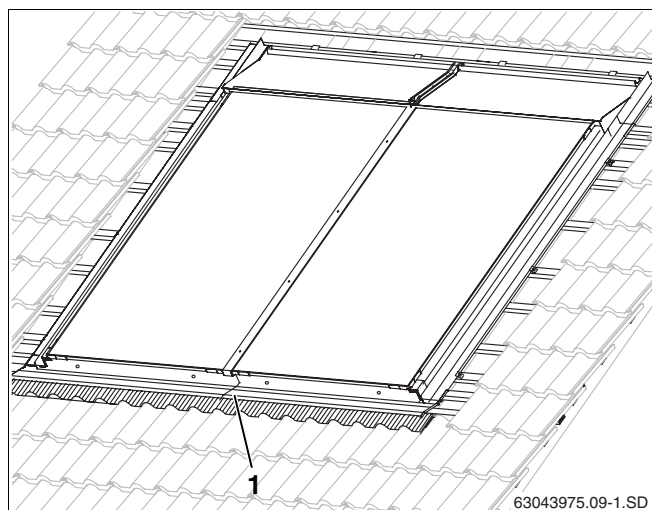

Fig. 41 Chapas de cobertura montadas à volta do campo
No caso da montagem horizontal, as chapas de cobertura inferiores, centrais e superiores não se sobrepõem entre dois colectores (fig. 41, **item 1**), mas no meio de um colector.